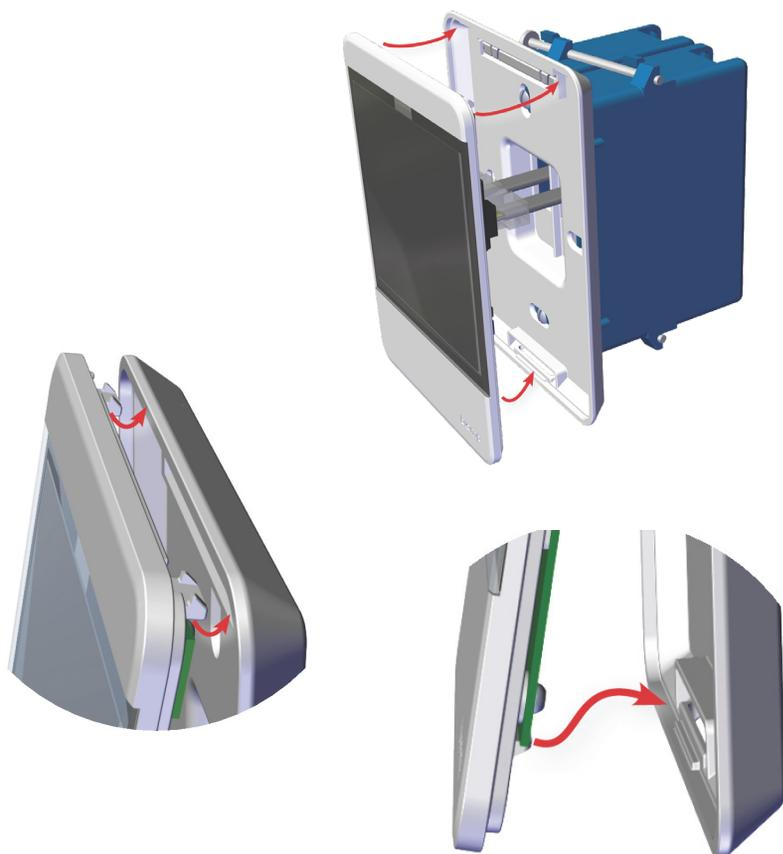

図6. クリップの取り付け
- a. 図6をご参照ください。上部クリップをバックプレート上部の2つのリセプタクルに合わせます。